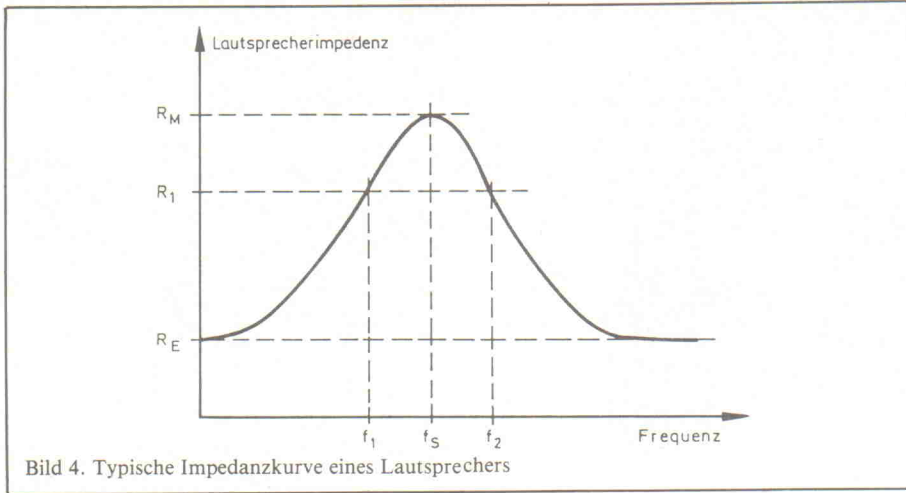

Bild 4. Typische Impedanzkurve eines Lautsprechers
- e) Nun sind die beiden Stellen  $f_1$  und  $f_2$  oberhalb und unterhalb von  $f_s$  auf der Frequenzskala zu suchen, bei denen auf dem Millivoltmeter der Zahlenwert von  $R_1$  erscheint (Bild 4).